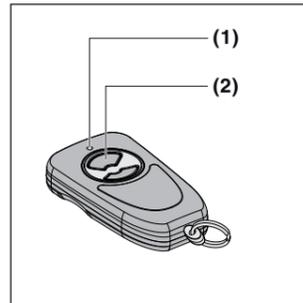

Fig. 1
2 Gerätebeschreibung (Fig. 1)
4.2 Den Handsender verwenden (Fig. 1)
- ▶ Die Taste (2) am Handsender drücken. Die mit der Taste verbundene Funktion (z. B. Tor auf/zu) wird ausgeführt.
2 Description de l'appareil (fig. 1)
4.2 Utilisation de l'émetteur (fig. 1)
- ▶ Appuyez sur la touche (2) de l'émetteur. La fonction liée à cette touche (par exemple ouverture / fermeture de la porte) s'exécute.